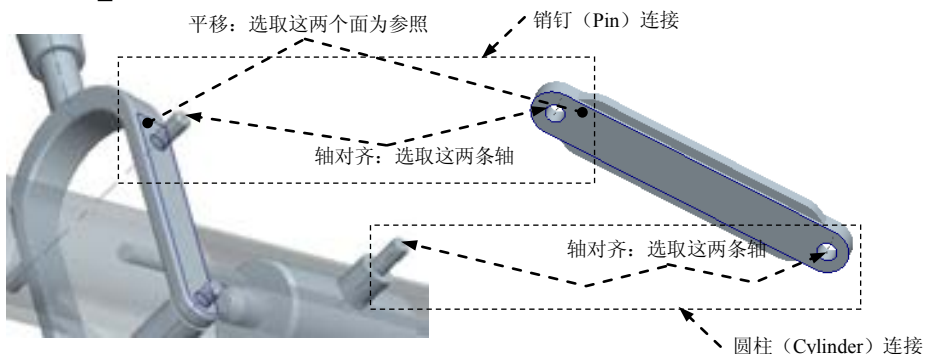

图 12.5.26 装配连杆的操作过程
(1) 如有必要, 在 **视图(V)** 菜单中选择 **5/6/7/8/9** → **拖动元件(D)...** 命令, 拖动驱动杆到图 12.5.26 所示的位置。
(2) 选择下拉菜单 **插入(I)** → **元件(C)** → **装配(A)...** 命令, 打开文件名为 connecting_rod.prt 的零件, 引入零件 (connecting_rod)。
(3) 创建图 12.5.26 所示的销钉 (Pin) 连接。
① 在约束集选项列表中选择 **销钉** 选项。
② 修改连接的名称。单击操控板中的“放置”按钮, 在 **集名称** 下的文本框中输入连接名称 “Connection_6c”, 并按 Enter 键。
③ 定义“轴对齐”约束。分别选取图 12.5.26 中的两条轴线 (元件 CONNECTING_ROD 的轴线 Cyl_1 和元件 ACTUATING_ROD 的轴线 Pin_2)。
④ 定义“平移”约束 (对齐)。分别选取图 12.5.26 中的两个平面 (元件 CONNECTING_ROD 的表平面和元件 ACTUATING_ROD 的侧表面)。
(4) 在“放置”界面中, 先单击“新建集”, 然后在 **集名称** 下的文本框中输入连接名称 “Connection_7c” 后按 Enter 键, 并在 **集类型** 中选择“圆柱”选项。
(5) 创建图 12.5.26 所示圆柱 (Cylinder) 连接。分别选取图中的两条轴线 (元件 CONNECTING_ROD:的轴线 Pin_2 和元件 PIN 的轴线:Cyl_1)。